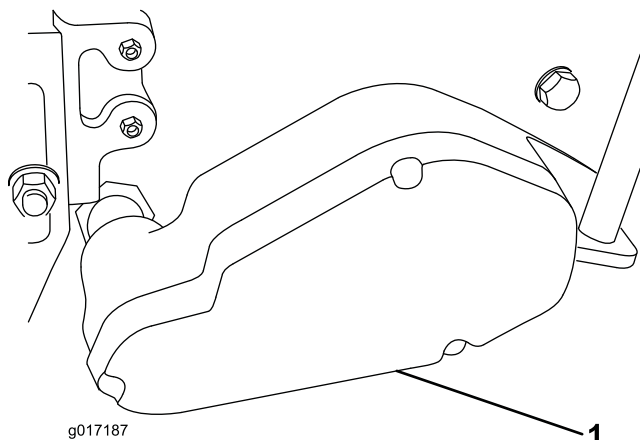

図 10
25. ハウジングにカバーを取りつける；キットに入っている新しいソケットヘッドねじ (3本) とロックワッシャを使用する (図 10)。